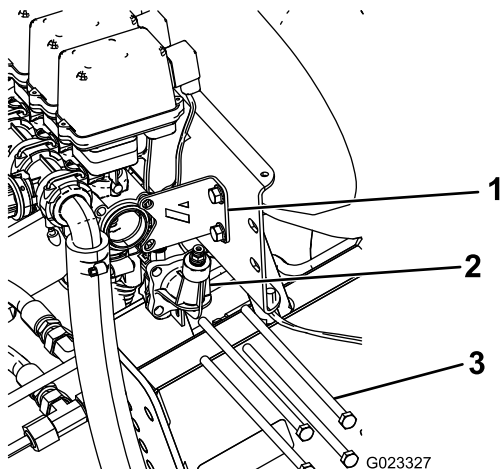

Bild 3
1. Entfernen Sie die vier Gewindestangen, mit denen der Druckmanometeranschluss an den Auslegerventilen befestigt ist und werfen Sie sie weg (Bild 3). Bewahren Sie die flachen Scheiben und Muttern auf.
2. Entfernen Sie die zwei Schrauben und Muttern, mit denen die Stabilisierungshalterung am Ventil befestigt ist, und bewahren Sie sie auf (Bild 3).